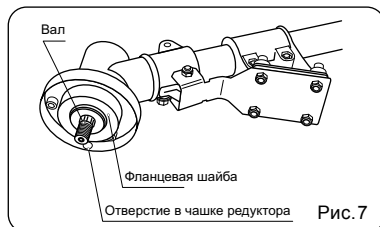

Рис. 7
- Совместите отверстие в фланцевой шайбе с отверстием в чашке редуктора (Рис. 7).
- Снимите чашку с вала, прижимную шайбу, оставив фланцевую шайбу (Рис. 7).